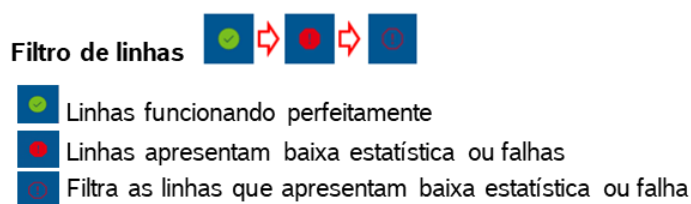

Figura 197 - Sequência do botão de filtro de alarme
Ao selecionar este botão, a tela apresentará somente as linhas que estejam com a estatística abaixo do limite inferior, valor selecionado no item 3.3.9, e as linhas que apresentem qualquer tipo de falha (como as de semente ou de motor), Figura 197.